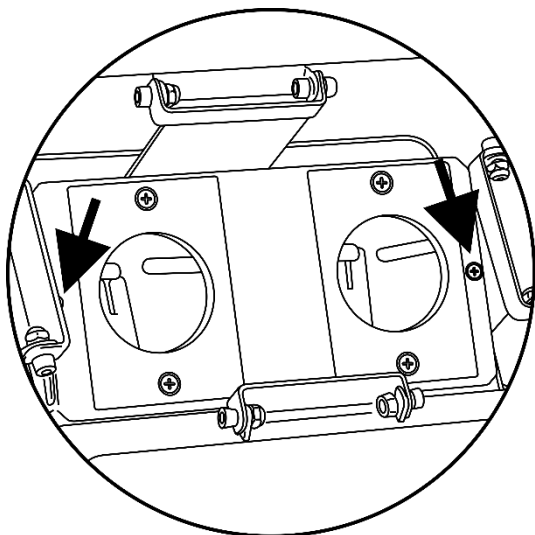

Fig. 03
- 01) Desensrosque los 2 tornillos de fijación y extraiga el alojamiento de la bombilla (Fig. 03).